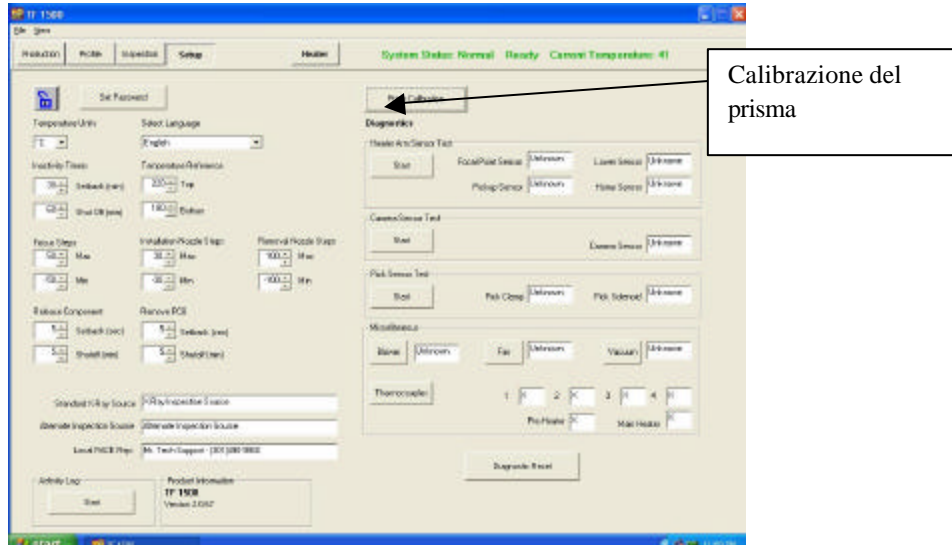

Figura 8
- i. Selezionare la schermata Setup (Configurazione) (Figura 8).